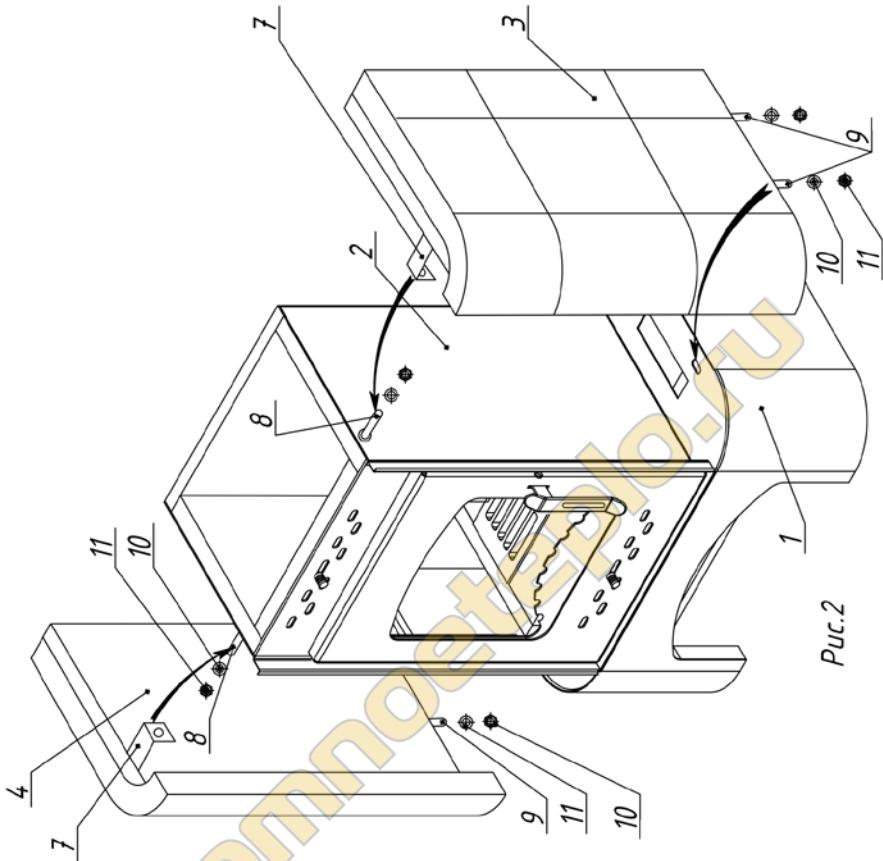

Рис. 2
2. Боковые панели 3,4 вставляются винтами 9 в пазы основания 1 и крепятся гайкой и шайбой 10,11. Кронштейн 7 крепится к винту 8 на толке 2 шайбой, гайкой 10,11. (Рис.2)